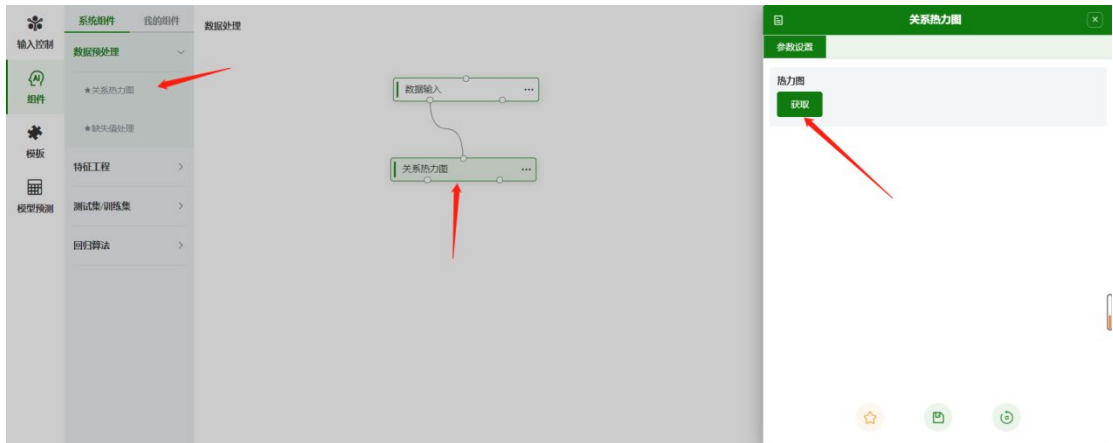

图 7
- b. 点击【组件】>【关系热力图】，拖拽至如图 7 所示，将【数据输入】与【关系热力图】两个组件进行连接。